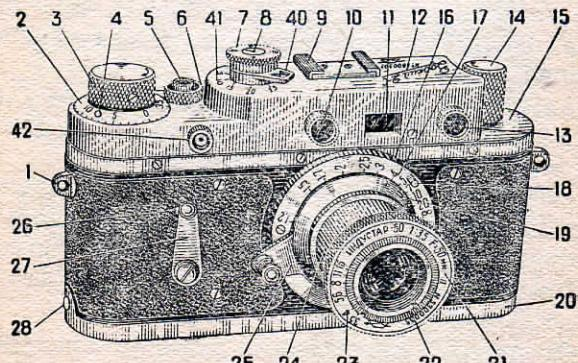

Рис. 1.
1. Ушко (рис. 1)
2. Лимб счетчика кадров (рис. 1)
3. Головка заводного механизма (рис. 1)
4. Выступы лимба для установки его на нуль (рис. 1)
5. Спусковая кнопка затвора (рис. 1)
6. Кольцо-выключатель механизма (рис. 1)
7. Диск со шкалой выдержек (рис. 1)
8. Ось с индексом (рис. 1)
9. Клемма для вспомогательных устройств (рис. 1)
10. Правое окно дальномера (рис. 1)
11. Объектив, видоискателя (рис. 1)
12. Верхний щиток (рис. 1)
13. Левое окно дальномера (рис. 1)
14. Головка обратной перемотки пленки (рис. 1)
15. Верхняя крышка камеры (рис. 1)
16. Объективное гнездо камеры (рис. 1)
17. Шкала расстояний объектива (рис. 1)
18. Ограничительный упор объектива (рис. 1)
19. Шкала глубины резкости (рис. 1)
20. Нижняя крышка камеры (рис. 1)
21. Переднее кольцо объектива (рис. 1)
22. Поводковое кольцо диафрагмы (рис. 1).
23. Шкала диафрагмы (рис. 1)
24. Тубус объектива (рис. 1)
25. Поводок объектива (рис. 1)
26. Пусковая кнопка автоспуска (рис. 1)
27. Заводной рычаг автоспуска (рис. 1)
28. Штифт, фиксирующий нижнюю крышку (рис. 1)
- 40. Рукоятка синхронизации с индексом (рис. 1, 11)
- 41. Шкала синхронизации (рис. 1, 11)